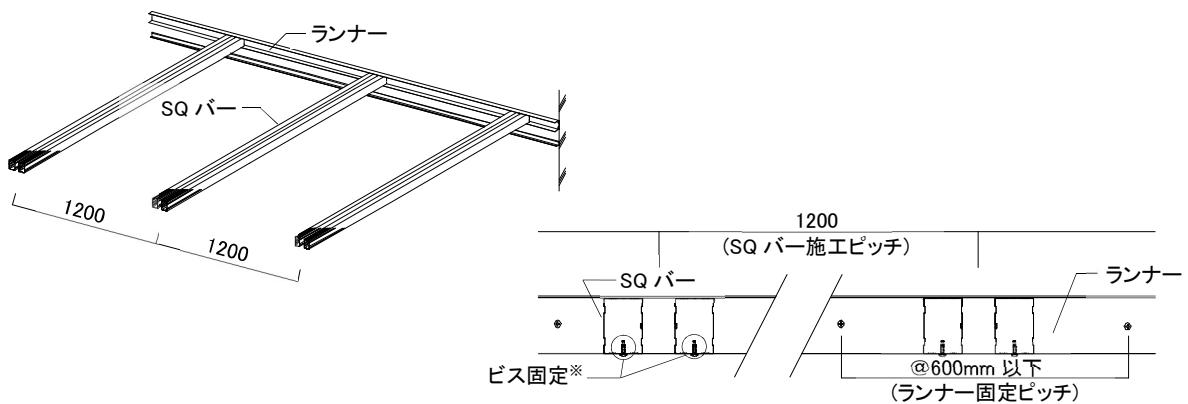

図2-4-2 SQバーの取付け
- ② メイン T バーの吊り位置を確認し、横架材(以下「SQ バー」という。)施工ピッチを確認する。(図 2-4-2 参照)SQ バーは@1200mm に 2 本設置する。